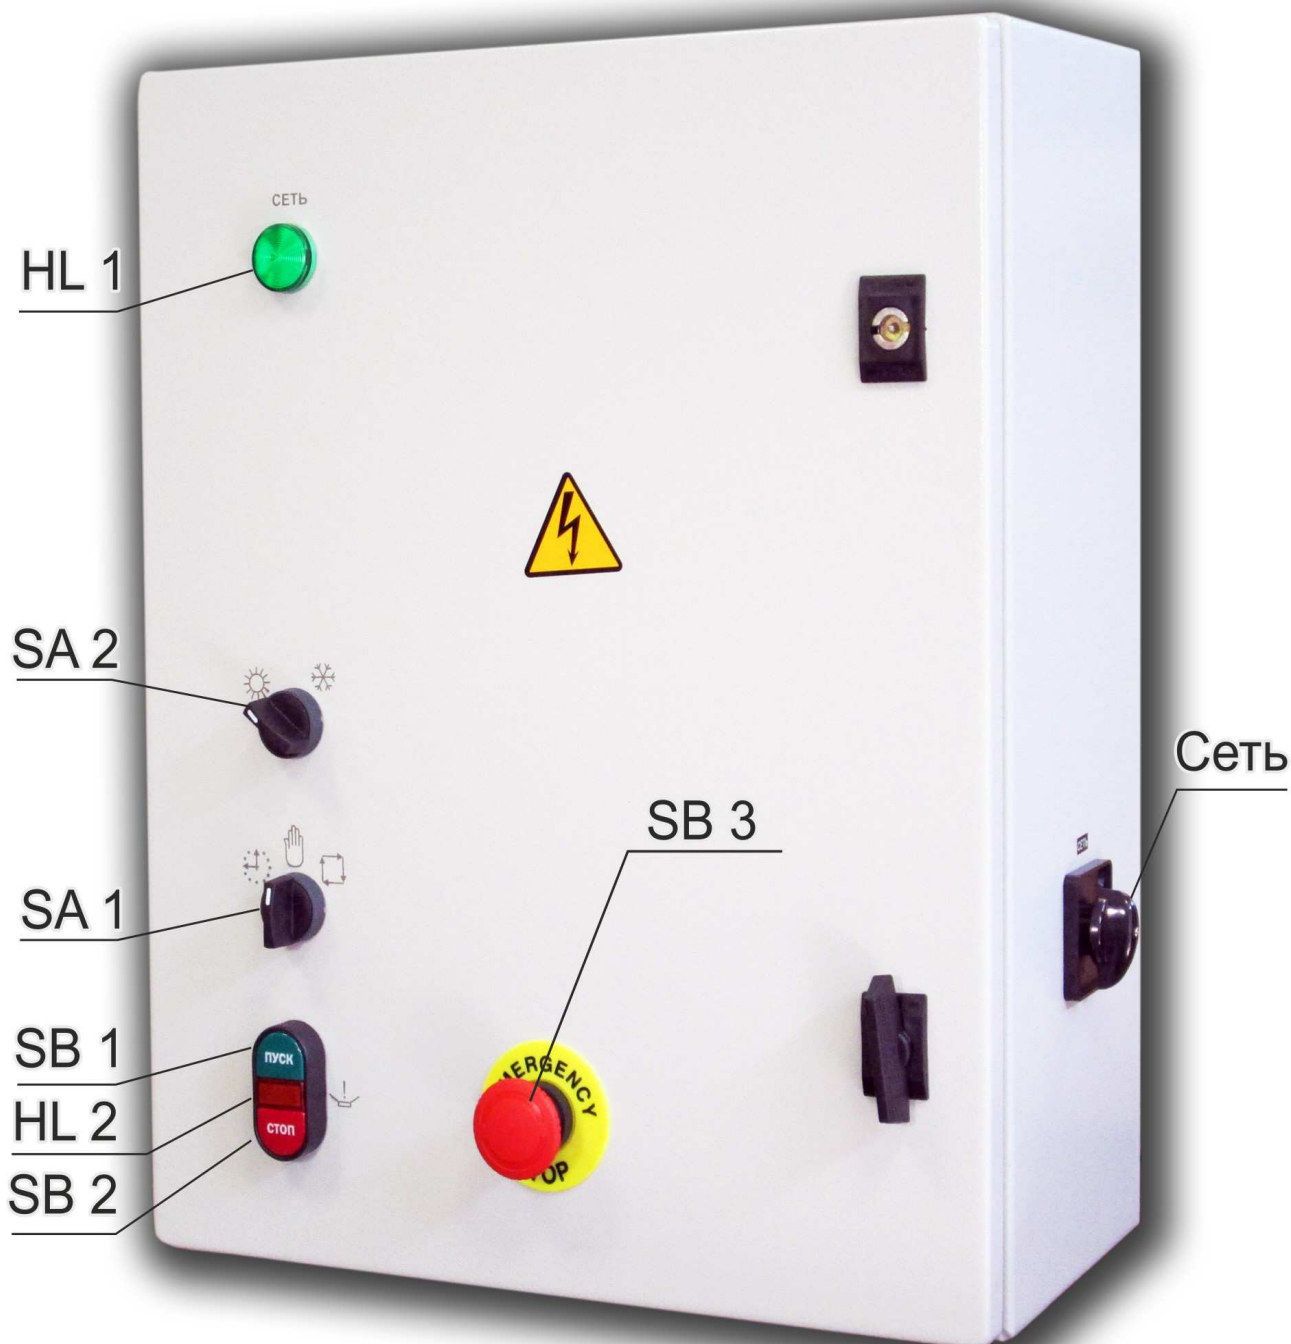
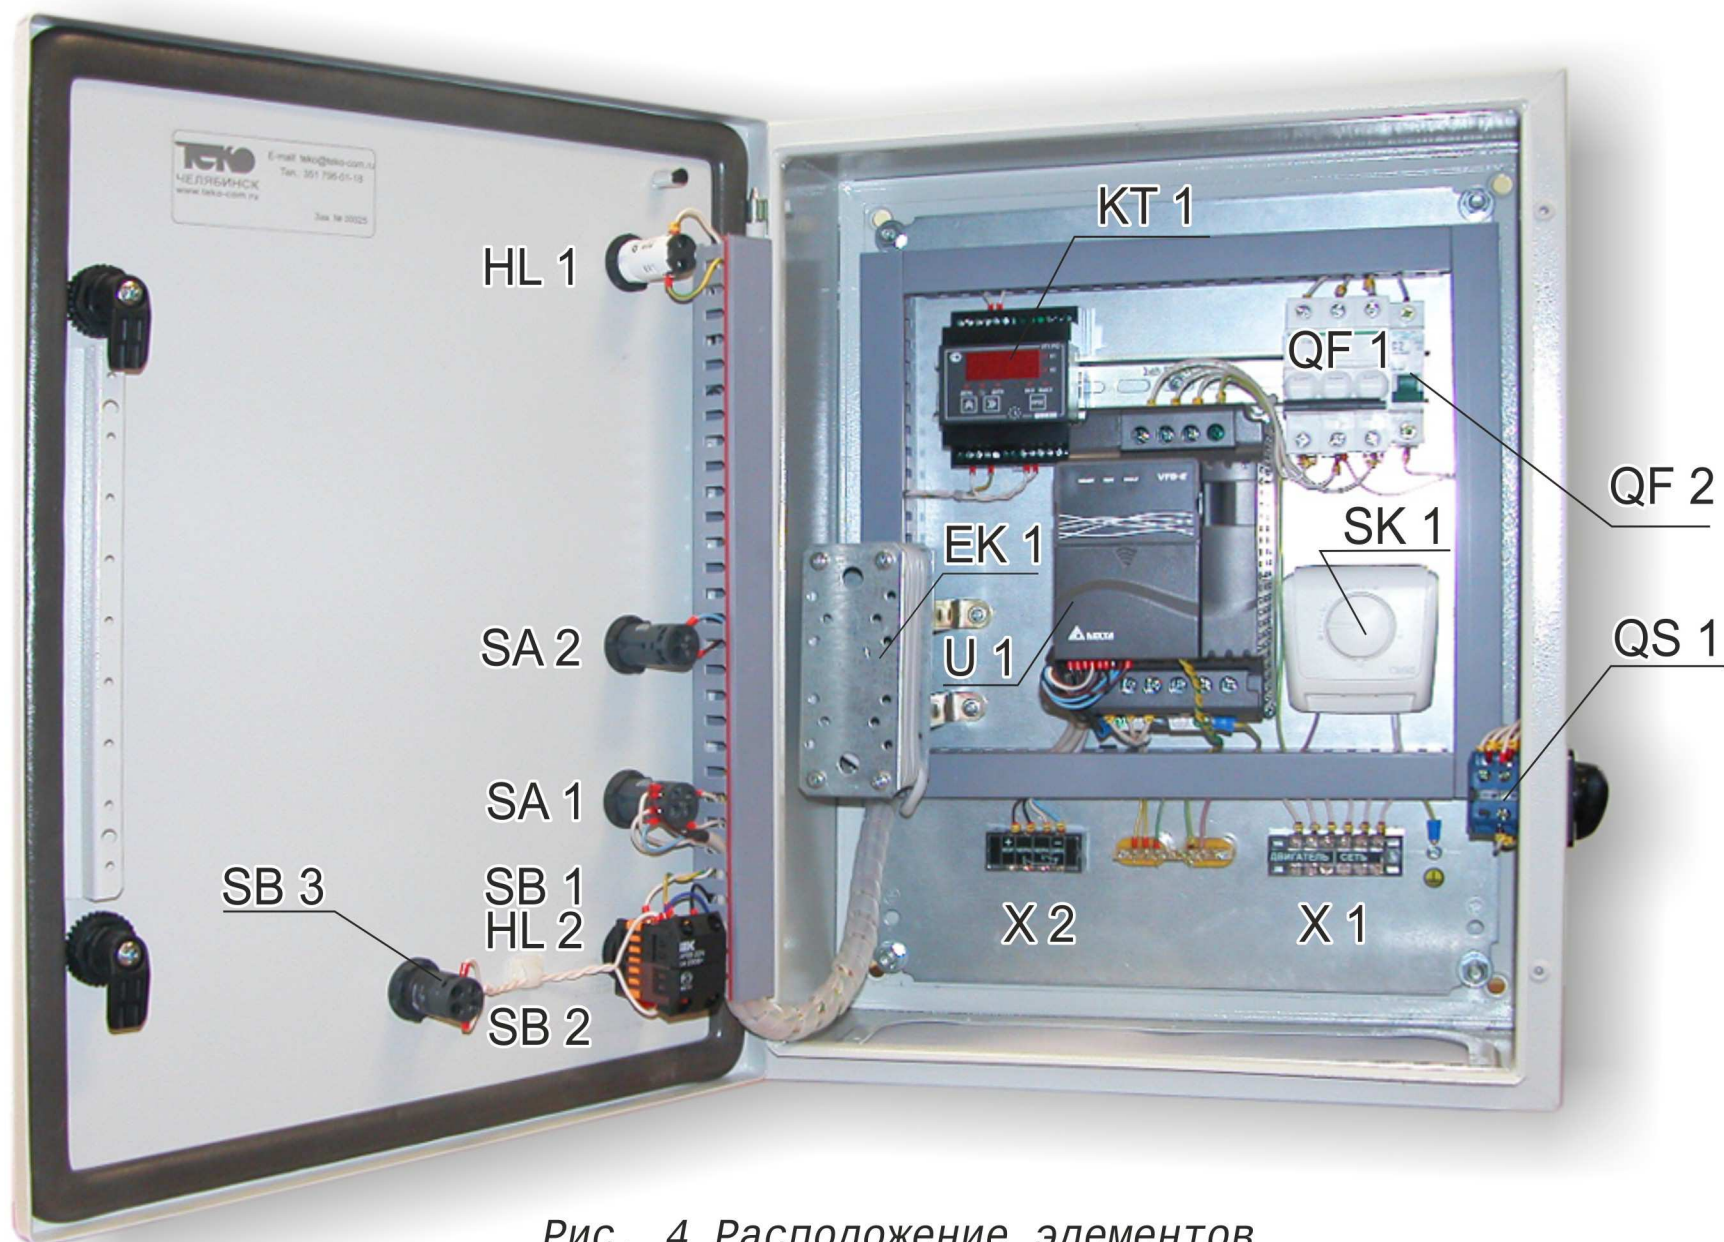

Рис. 1 Внешний вид
Рис. 4 Расположение элементов
3.2. Ящик управления, Рис.1(для мощностей 2,2 и 3,7 кВт) навесной конструкции (2 проушины для крепления к стене прилагаются). На двери ящика с лицевой стороны расположены органы управления и световая сигнализация с условными знаками, нанесенными с помощью лазера. Дверь ящика закрывается двумя замками с помощью специального ключа. Внутри ящика справа смонтирован сетевой выключатель QS1, приводная рукоятка «СЕТЬ» которого находится справа снаружи. Пускозащитная аппаратура Рис.4, блок зажимов X1 для подключения питающей 3-х фазной сети 380В и
3.4.2. В **ручном** режиме -  (см. рис.1), переключатель SA1 в положении  - «РУЧНОЙ», а рукоятка переключателя SA2 находится в положении , при нажатии на кнопку SB1 «ПУСК» транспортер в толчковом режиме перемещается **вперед** от исходного положения. При нажатии сначала кнопки SB2 «СТОП» и удерживая её в нажатом положении, а затем кнопки SB1 «ПУСК» - транспортер будет перемещаться **назад** в толчковом режиме к исходному положению, при этом кнопку SB2 «СТОП» можно не удерживать. Ручной режим  используется в процессе наладки при запуске в работу нового транспортера или при наладке после ремонтных работ.